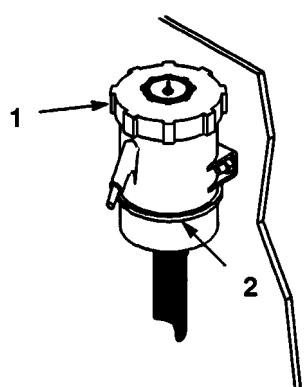

Bild 33
3. Den Bereich um den Ölbehälter reinigen (Bild 33), so daß der Ölstand einwandfrei sichtbar ist und um einem Eindringen von Schmutz in den Behälter vorzubeugen, wenn Öl nachgefüllt wird.
4. Bei kalter Hinterachse Öl bis zur "Full Cold"-Markierungslinie (Ölstand 'kalt') am Ölbehälter einfüllen (Bild 33).
2. Die Birnenfassung hat zwei Nasen (Bild 33). Diese mit den Auskerbungen im Reflektor abstimmen, die Birnenfassung in den Reflektor einführen und 1/4 Umdrehung im Uhrzeigersinn bis zum Anschlag drehen.